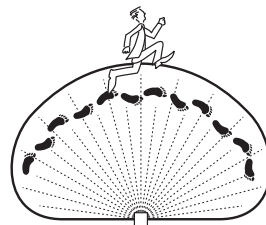

Figure 8
3. Déplacez-vous dans la zone de couverture, en remarquant l'endroit où vous trouvez lorsque la lumière s'allume. Le voyant DEL situé derrière la lentille du détecteur de mouvement deviendra également bleu lorsqu'un mouvement est détecté (voir la Figure 8).
- Bouton de réinitialisation (voir la Figure 8) : utilisez un trombone et appuyez sur le bouton de réinitialisation pendant 15 secondes pour réinitialiser la lumière.